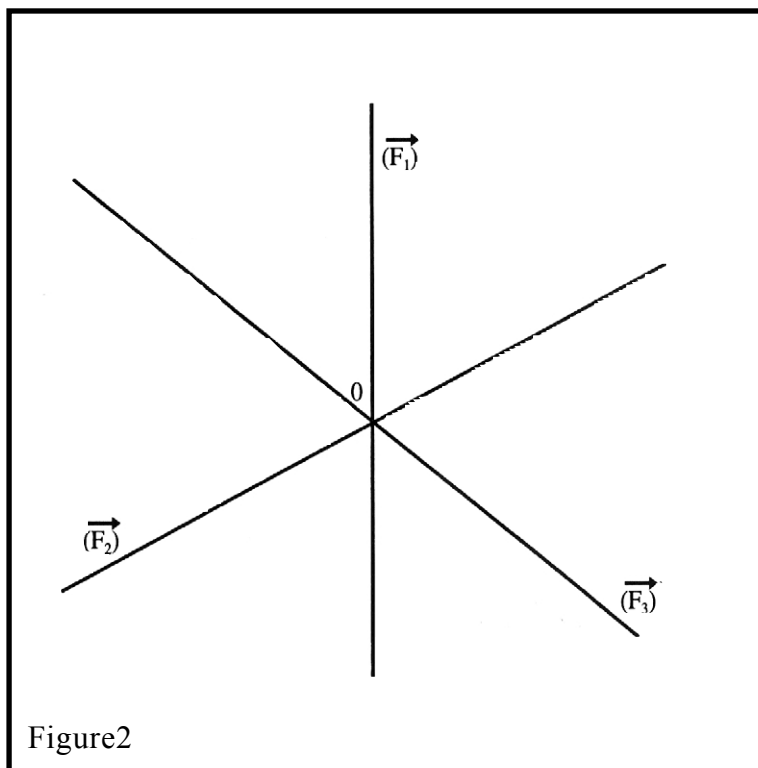

Figure2
5) A l'aide du calque, je reporte les directions des forces sur la fig. 2 et j'appelle O le point d'intersection des forces.